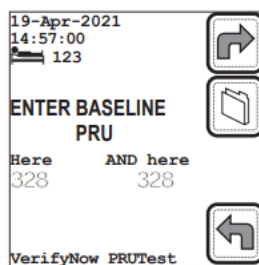
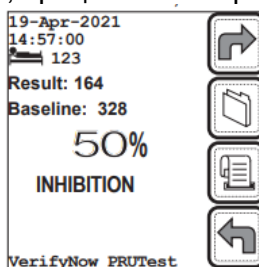

Рисунок 60: Ввод PRU
Рисунок 61: Процент ингибирования
2. Получите базовый результат PRU пациента (до начала терапии). Введите базовый результат в графе Здесь («Here»), нажмите **Tab**, снова введите базовый результат в графе «AND here» (рис. 60 (стр. 48)). Нажмите Далее  для получения процента ингибирования. В примере (рисунок 61 (стр. 48)), если базовый результат 328 PRU, а результат после терапии 164 PRU, процент ингибирования составит 50%.